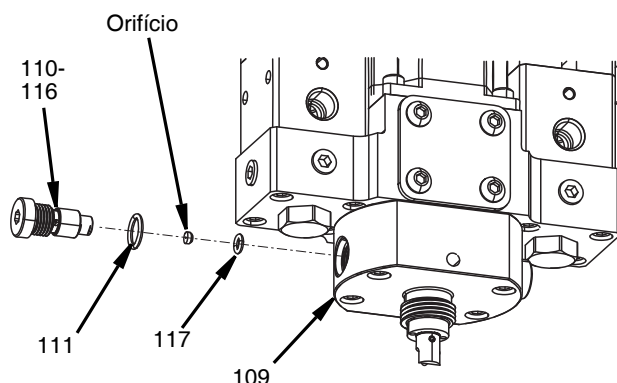

FIG. 29
3. Remova o orifício e o o-ring (117) da gaxeta no fundo da válvula de verificação e na cavidade do orifício do bocal (109). Consulte a FIG. 29